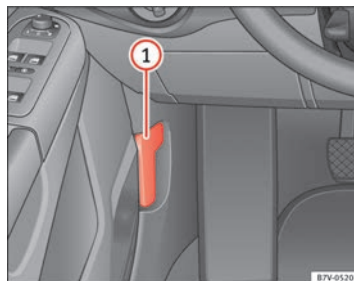

Fig. 168 Nel vano piedi, sul lato del passeggero: Leva per l'apertura del cofano del vano motore.
- Tirare la leva di sbloccaggio nella direzione indicata dalla freccia ⇒ **fig. 168**. Per la reazione della molla, il cofano motore si apre scattando dall'elemento di blocco del corpo portaserratura ⇒ .